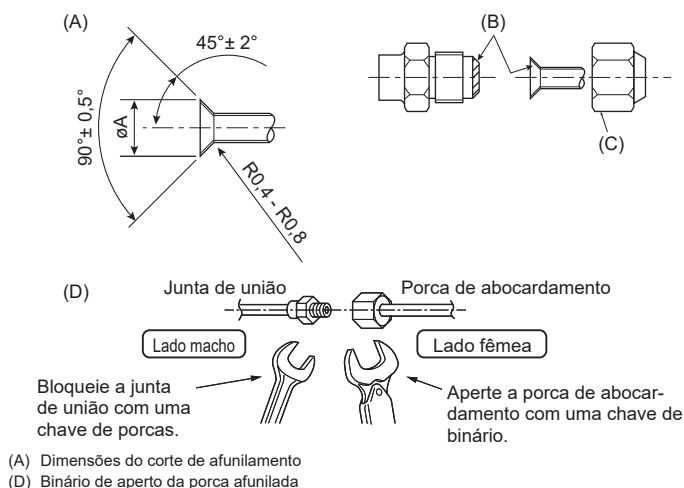

Fig. 4-1
(A) (Fig. 4-1)
(D) (Fig. 4-1)
### 4.2. Tubos de ligação (Fig. 4-1)